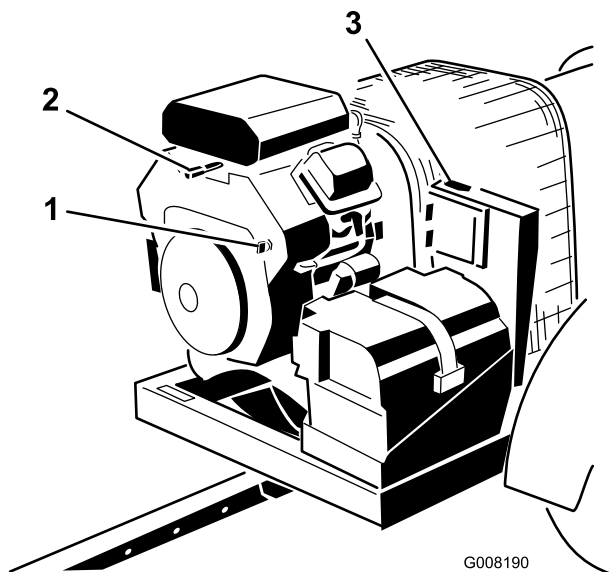

Figura 9
3. Rode a chave da ignição para a posição “START” (arrancar) e solte-a rapidamente para a posição “ON” (ligado). Figura 9 Isto desperta o receptor.
- Se abandonar a máquina, rode a chave para a posição OFF e retire-a do motor (Figura 9).